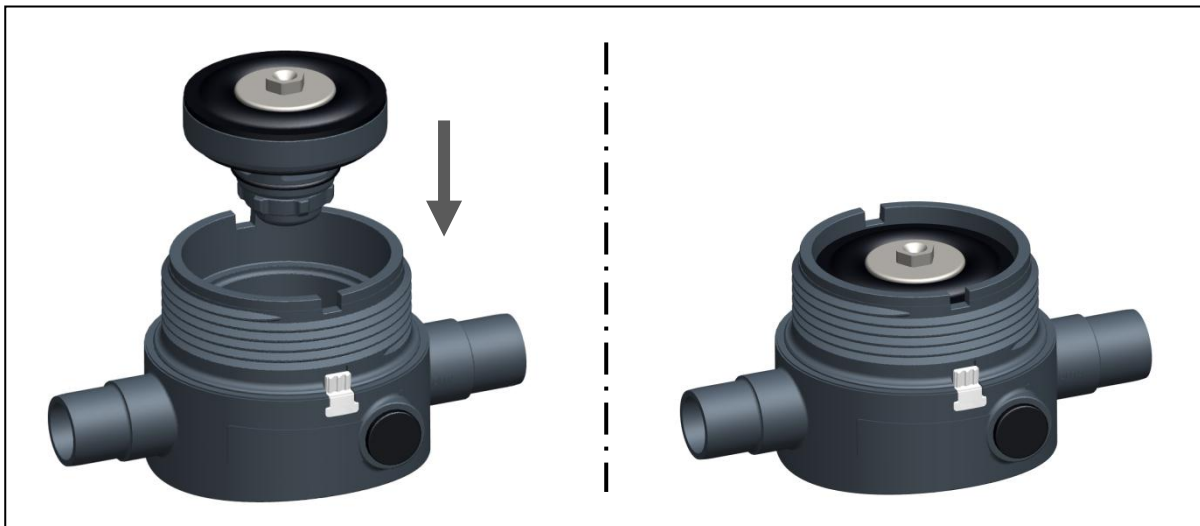

Fig. 12
- ▶ Déposer la cartouche dans la partie inférieure et l'enfoncer, voir Fig. 12.